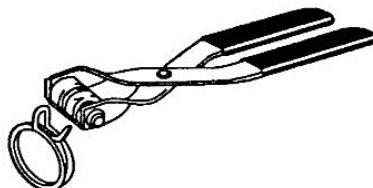

Рис. 18.4. Клемши для снятия пружинных хомутов
17. специальные клемши для снятия пружинных хомутов. Подобными хомутами закрепляют резиновые патрубки и сливной шланг на помпе. И клемши и хомут показаны на рис. 18.4.